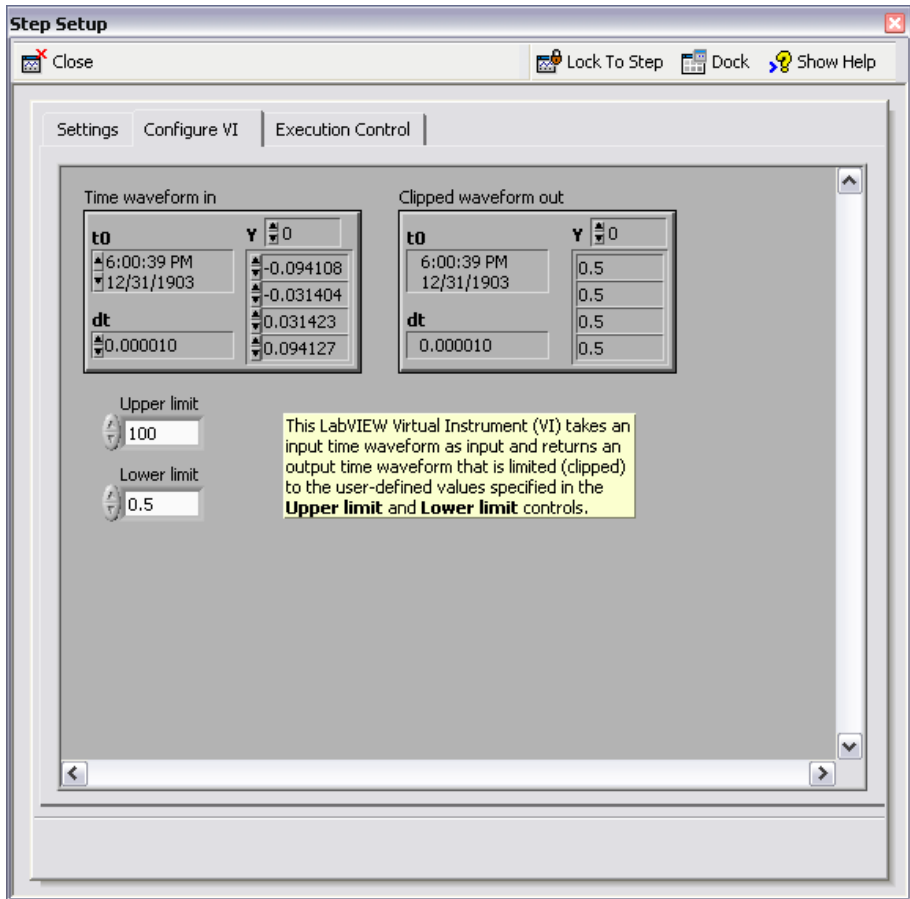

図 7-2 Configure VI タブ
10. **Upper limit** および **Lower limit** フィールドに新しい値を入力します。たとえば、図 7-2 のように、**Upper limit** 制御器に 100 と入力します。